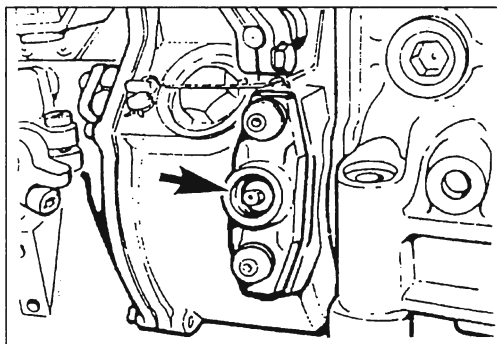

Рис. 1.57. Стопорная ось датчика начала впрыска топлива.
**Примечание:** В топливных насосах высокого давления, поставляемых через каталог запасных частей, кулачковый вал заблокирован в положении начала впрыска при помощи оси, расположенной на оптическом датчике (рис. 1.57). Если попытаться повернуть кулачковый вал насоса или повернуть установленную стопорную ось, она может сломаться, и ее части упадут внутрь регулятора.